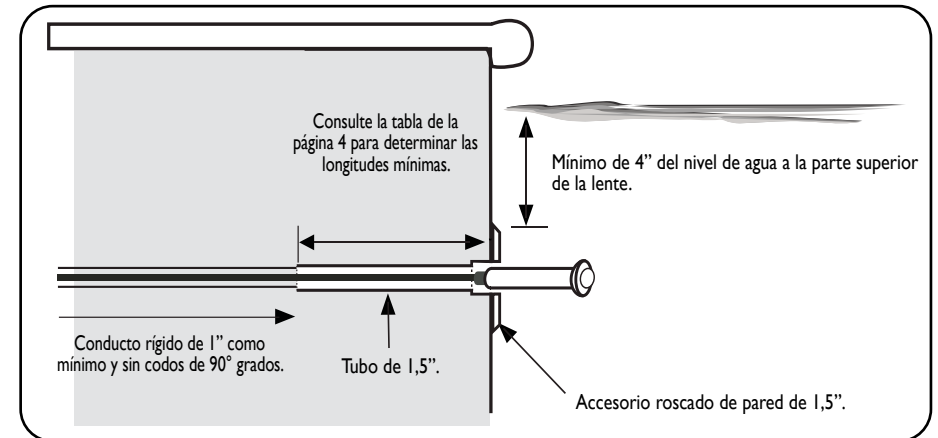

Figura 2: Instalación estándar de la luz VÜ sin nicho con accesorio de pared de piscina de 1.5"
1. Instale un tubo de 1,5" a través de la viga de unión con una longitud mínima de catorce (14) pulgadas, seguido de un de conducto de una (1) pulgadas. NO utilice codos de 90 grados. Se recomienda utilizar un tubo de 1,5" a lo largo de toda la extensión de la viga de unión (vea la Figura 2).